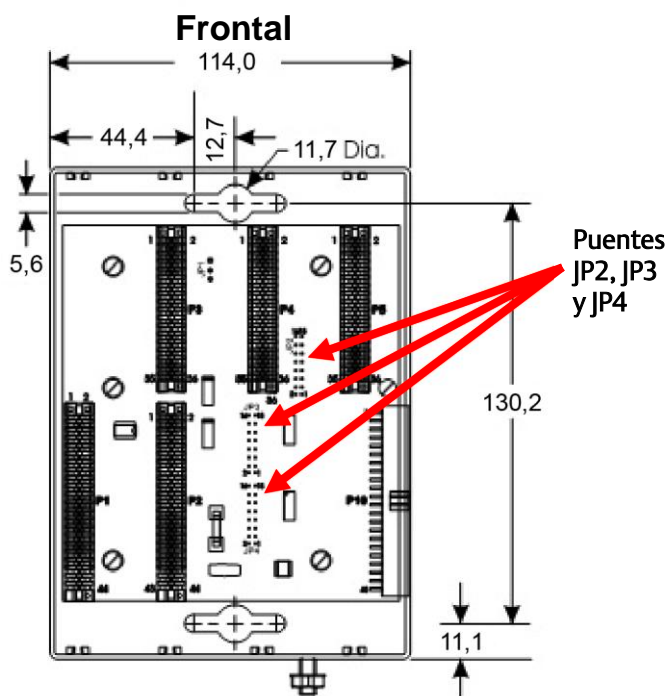

Figura 2. Dimensiones (en milímetros) de la carcasa de base de 4 ranuras del ControlWave Micro
- **Carcasa de base.** Colóquela según lo desee en la placa de montaje de la carcasa y ubique los orificios de montaje en la placa con el ControlWave Micro como plantilla. Vea la *Figura 2* para obtener las dimensiones. Perfore y rosque orificios de montaje en la placa. Coloque el ControlWave Micro sobre las ubicaciones roscadas y conecte la placa con cuatro tornillos (no se proveen). Ajuste los tornillos en un par de 1,1 a 1,4 N-m aproximadamente.
Nota: Si está conectando una carcasa de expansión a una carcasa de base de 4 u 8 ranuras, quite los tres terminadores de bus (JP2, JP3 y JP4, se muestran en la *Figura 2*) del plano posterior de la carcasa de base de 4 u 8 ranuras.
Las carcasas de base tienen una orejeta de conexión a tierra (vea la *Figura 2*) que se adapta a un tamaño de cable de hasta 5,19 mm (4 AWG). Después de instalar la base y cualquier carcasa de expansión y antes de instalar cualquier módulo en las carcasas de base o de expansión, debe tender un cable a tierra entre la orejeta de conexión a tierra de la carcasa de base y una buena conexión a tierra conocida. Todas las conexiones a tierra deben tener una varilla a tierra o rejilla de tierra con impedancia de 2,0 ohmios o menos, medida con un probador de sistemas de tierra. El conductor de tierra debe tener una resistencia de 1 ohmio o menos entre la conexión a tierra de la carcasa del ControlWave Micro y la varilla o la rejilla de tierra.